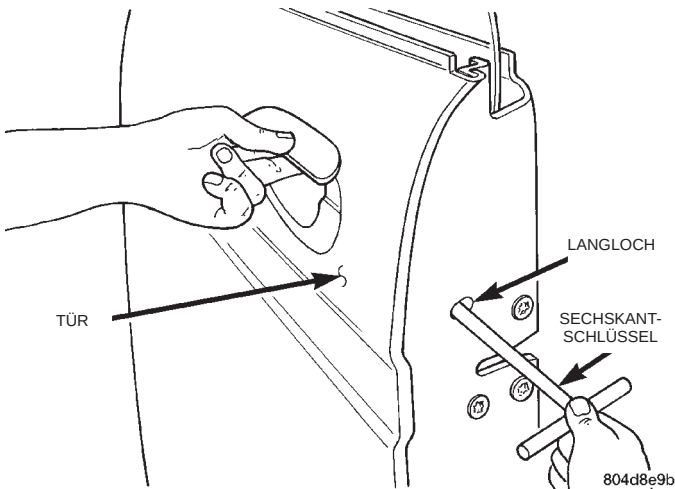

Abb. 83 Türverriegelung einstellen
(1) Einen geeigneten Sechskantschlüssel durch die längliche Öffnung im Abschluß des Türrahmens einführen und Befestigungsschraube eine halbe bis ganze Umdrehung losdrehen (Abb. 83).
(2) Türaußengriff zweimal betätigen.
(3) Befestigungsschraube mit einem Anzugsmoment von 3,4 N·m (30 in. lbs.) festziehen.
(4) Türverriegelung auf korrekte Funktion überprüfen.